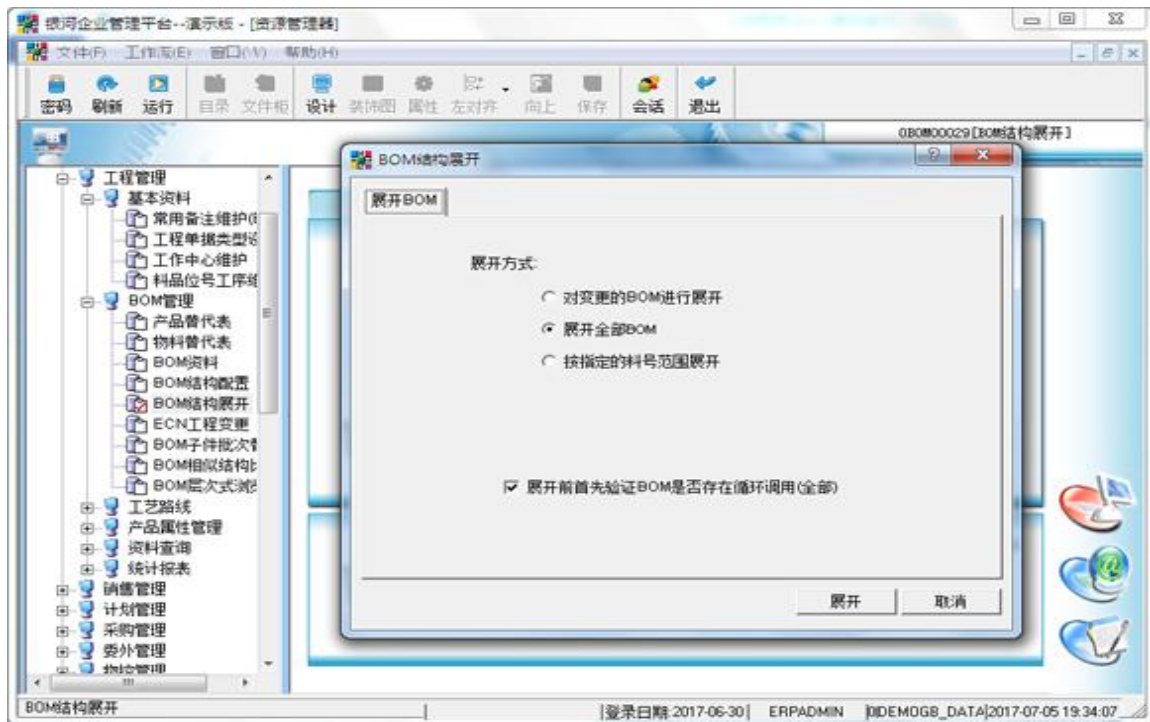

图 11
登录系统后，在左边的树型图中，找到“工程管理/BOM 管理/BOM 展开”后双击它，进入“BOM 展开”窗口（见图 11），此文件柜把单阶建立的 BOM 表形成层次性 BOM
**注意：BOM 表展开是一个很重要的动作，通过展开这个动作把单阶的 BOM 表形成层次性，也只有层次性 BOM 才能形成产品结构表，才能参与运行 MRP 需求计算、限额发料等栏位说明（图 11）**